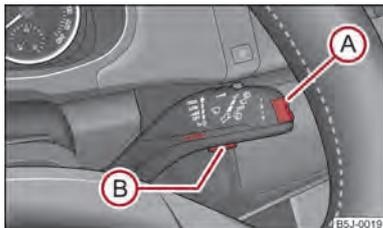

Fig. 6 Display multifunzione: Comandi
La commutazione delle memorie si effettua con il tasto (B) ⇒ fig. 6 sulla leva del tergicristallo.
Il tasto a bilico **(A)** ed il tasto **(B)** sono disposti sulla leva del tergicristallo ⇒ fig. 6.
Se la temperatura esterna scende sotto i +4°C, l'indicatore di temperatura compare con il simbolo di un fiocco di neve (avvertimento per fondo stradale gelato) che lampeggia 10 secondi e successivamente si fissa con la temperatura esterna. Contemporaneamente si sente un segnale acustico. Dopo aver premuto il tasto a bilico **(A)** sulla leva del tergicristallo ⇒ fig. 6 compare l'ultima funzione visualizzata.
Sul display compare il tempo trascorso al volante dall'ultima cancellazione della memoria → pagina 14. Per calcolare il tempo al volante a partire da un preciso momento, cancellare la memoria con il tasto **(B)** nel momento in cui si desidera iniziare il cronometraggio → fig. 6.
Per misurare il consumo medio di carburante su un determinato arco di tempo, cancellare la memoria all'inizio della nuova misurazione con il tasto **(B)** sulla leva del tergicristallo → fig. 6. Dopo aver cancellato la memoria, per i primi 300 metri sul display compaiono dei trattini.
Sul display compare la distanza percorsa dall'ultima cancellazione della memoria → pagina 14. Per calcolare la distanza percorsa a partire da un preciso momento, cancellare la memoria con il tasto **(B)** sulla leva del tergicristallo → fig. 6 nel momento in cui si desidera iniziare il cronometraggio.
Sul display è indicata la velocità media in km/h dall'ultima cancellazione della memoria → pagina 14. Per misurare la velocità media su un determinato arco di tempo, cancellare la memoria all'inizio della nuova misurazione con il tasto **(B)** sulla leva del tergicristallo → fig. 6.
- Con il tasto **(A)** ⇒ fig. 6 selezionate la voce del menu **Avviso in caso di superamento della velocità**.